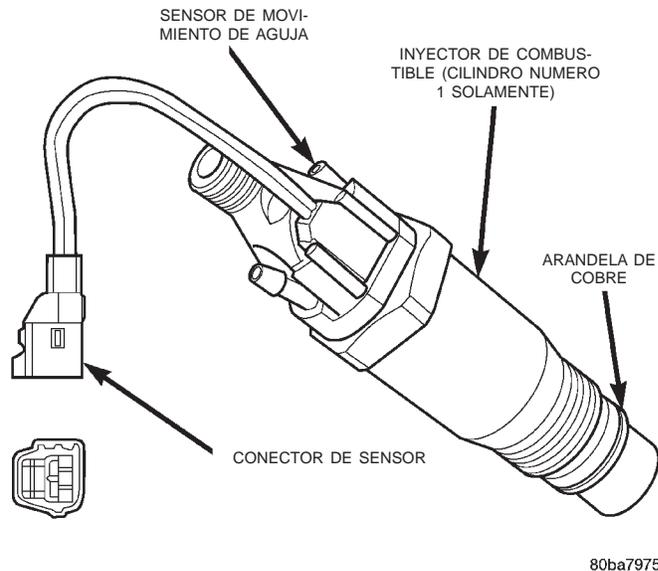

Fig. 12 Sensor de inyector de combustible
(11) Verifique que el conector eléctrico flexible (conector del sensor) (Fig. 12) del sensor de inyector de combustible esté conectado firmemente al mazo de cableado del motor. Verifique que no exista corrosión o cables dañados en el conector. Este sensor solamente se utiliza en el inyector del cilindro n° 1.
(12) Verifique que no haya restricciones en el sistema de escape tales como tubos de escape estrangulados o un silenciador aplastado o tapado.
(13) Verifique el funcionamiento de la compuerta de descarga del turboalimentador. Para obtener infor-